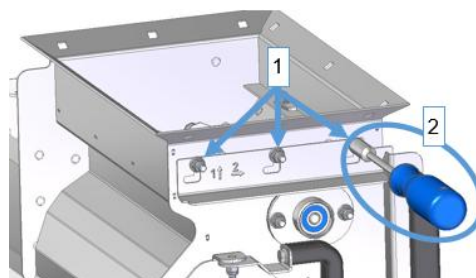

Figura 24
- Os 3 parafusos que são usados para fixar a tampa na unidade dosadora (veja Figura 24) são desapertado com a chave de boca fornecida. Agora, a tampa pode ser facilmente movida à mão.